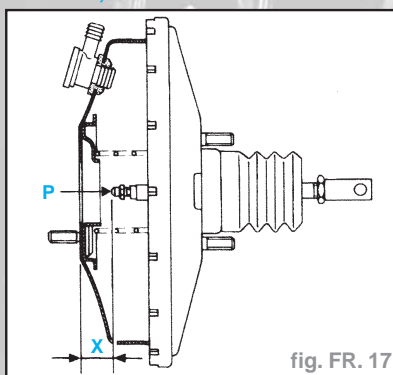

fig. FR. 17
- Contrôler la longueur de la tige de poussée (fig. FR. 17) :